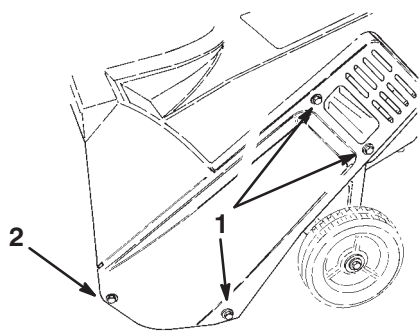

Figure 11
3. Retirer les 3 vis autotaraudeuses, le boulon six pans, la rondelle et l'écrou de fixation du carter de courroie du côté gauche de la déneigeuse (Fig. 11).